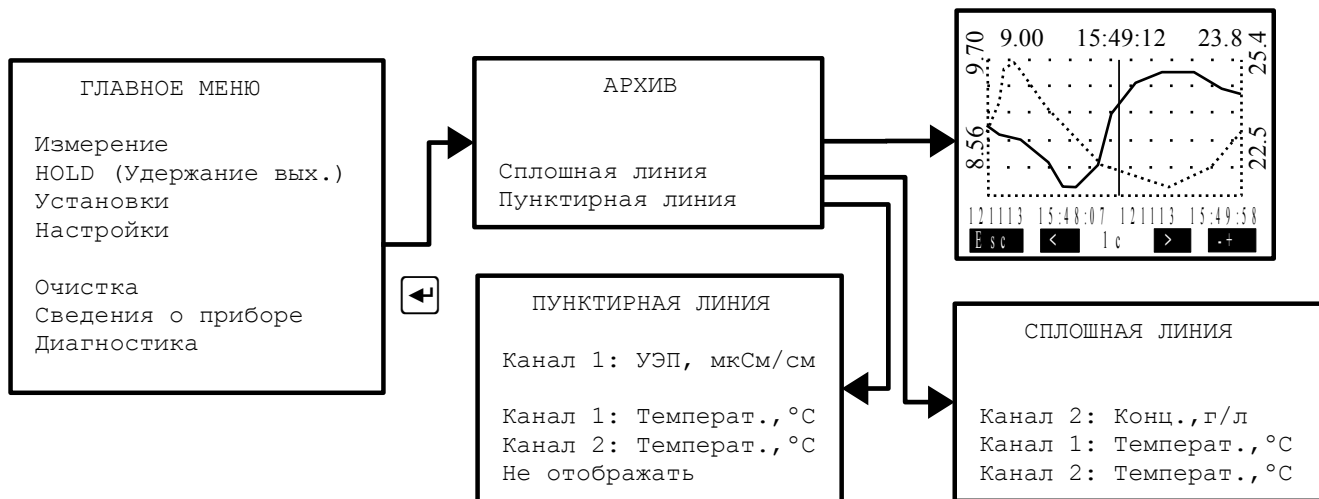
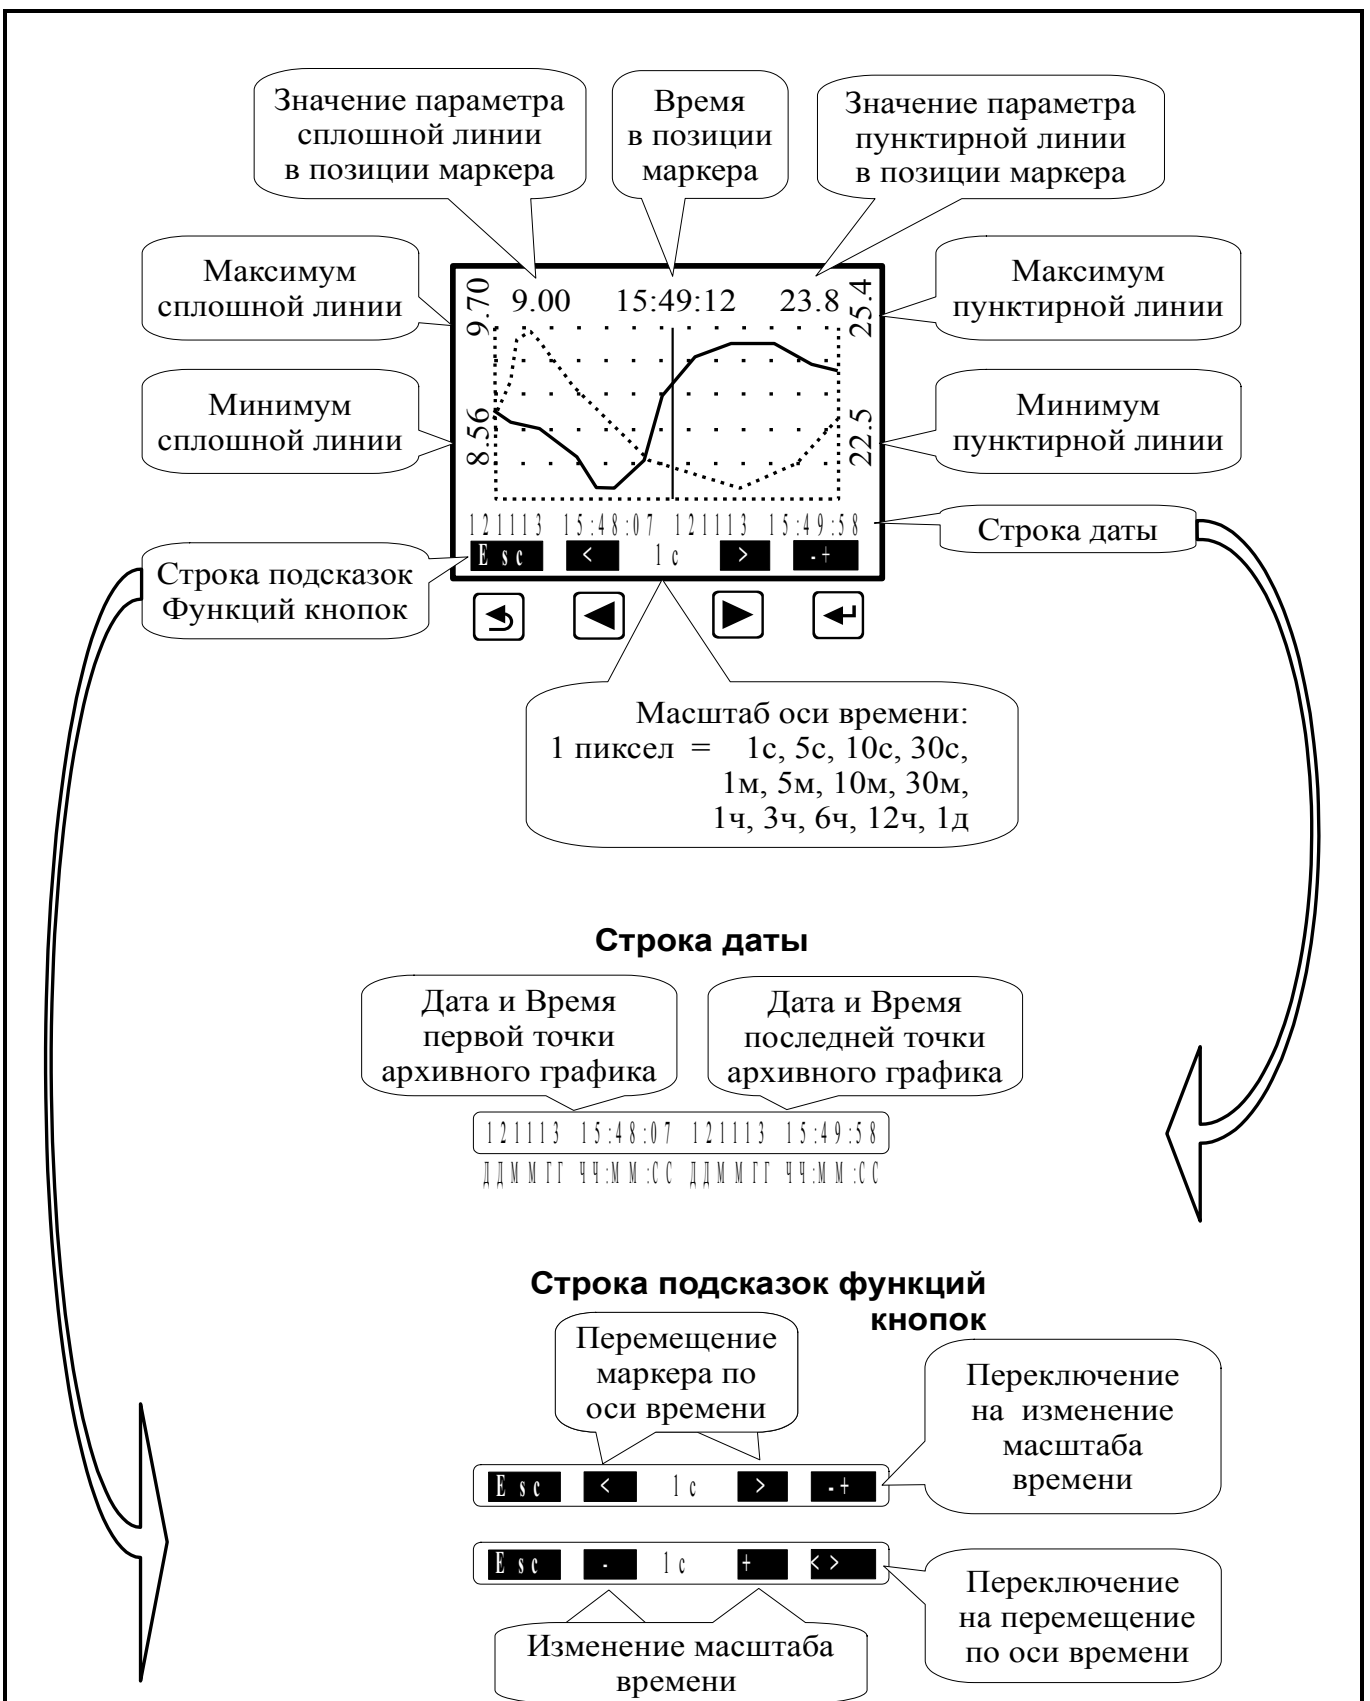

Рисунок 19 - Структура меню «АРХИВ»
Рисунок 20 - Описание элементов управления и отображения данных в меню «Просмотр архива»
4.3.5.3 Архивные данные можно посмотреть на дисплее ИП (Рисунок 19, Рисунок 20).
– **Просмотр архива** - в этом режиме просматривается архив одного или двух заранее выбранных параметров. Правая кнопка позволяет переключать режим управления маркером: кнопками и либо изменяется интервал дискретности по времени, либо перемещается маркер, указывающий на время просмотра и состояние измеряемых параметров в это время (Рисунок 20).
Масштабирование оси времени и перемещение по оси времени осуществляется кнопками в режиме «Просмотр архива» (смотри Рисунок 20).